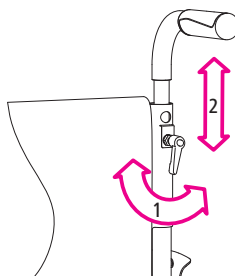

Рис.23
5. Послабте гвинт затискного важеля на один або два оберти (1, рис. 23).
6. Тепер витягніть ручку на потрібну висоту (2, рис. 23).
7. Потім знову міцно затягніть гвинт затискного важеля (1, рис. 23).